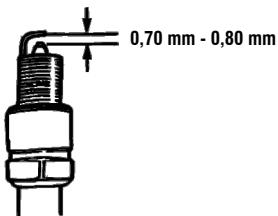

Fig. 27 – Folga a vela
- g. 7 – Para um correto funcionamento, a folga da vela deve estar entre 0,70 mm e 0,80 mm (fig. 27).